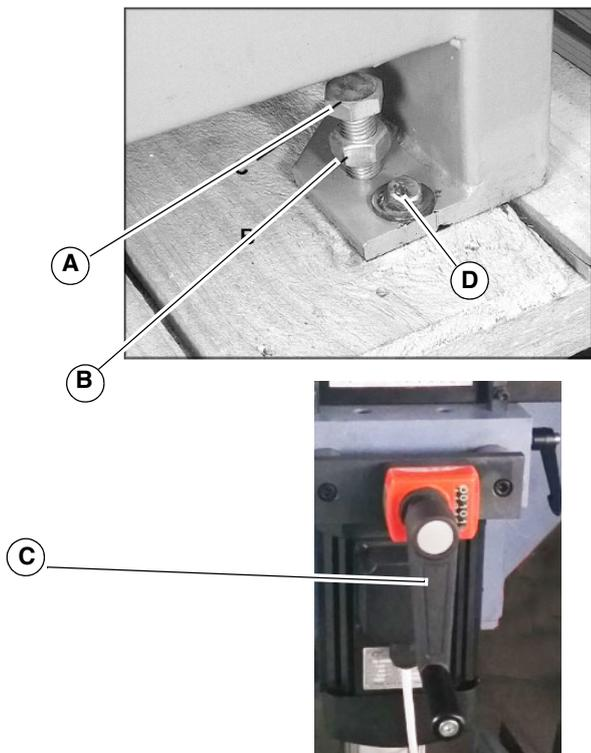

Abb. 6: Maschine ausrichten, Montage
- Die Schraube (Pos. A, Abb. 6) auf die gewünschte Höhe drehen.
Schritt 3: Die Handkurbel (Pos. C, Abb. 6) auf der Rückseite der Maschine auf die Welle mit der Digitalanzeige montieren.